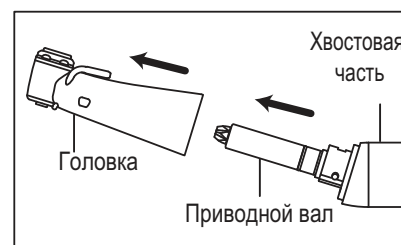

Рис. 7
- 4) Отсоедините головку от хвостовой части корпуса (Рис.7).
- 5) Отсоедините приводной вал от хвостовой части корпуса (Рис.7).